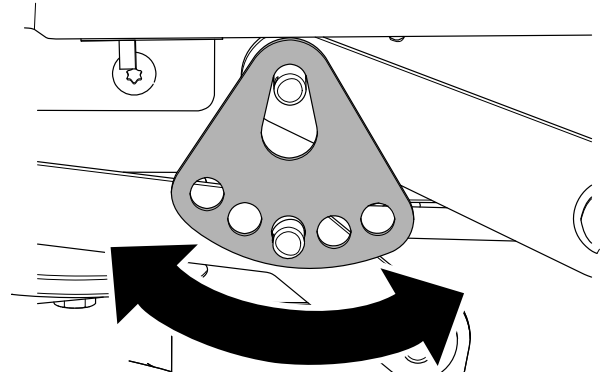

**Рисунок 69**
6. Извлеките шплинт и шайбу из нижнего штифта рычага подъема (Рисунок 69).